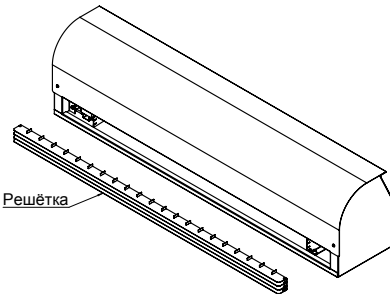

Рисунок 6
- Демонтировать решетку из завесы (см. рисунок 6).